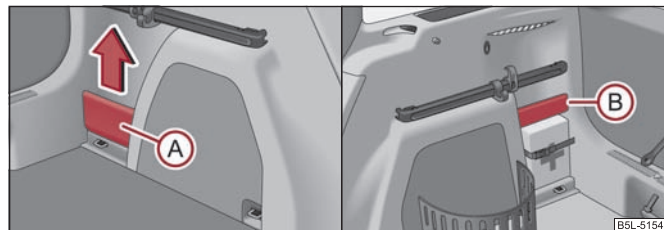

Fig. 103 Maletero: Compartimentos guardaobjetos
El compartimento portaobjetos desmontable (A) del lado izquierdo ⇒ fig. 103 sirve para guardar objetos pequeños de hasta 1,5 kg de peso.
El compartimento portaobjetos (B) del lado derecho ⇒ fig. 103 sirve para guardar objetos pequeños de hasta 0,5 kg de peso. ■